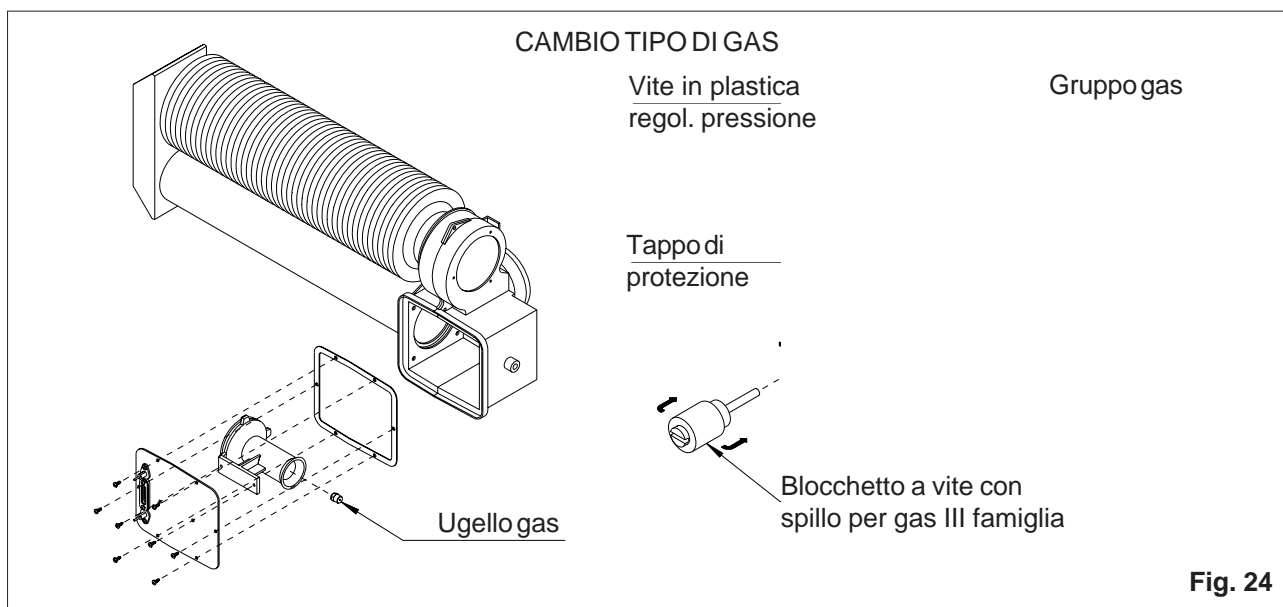

Fig. 24
- d) togliere le 6 viti che fissano la piastra porta-bruciatore alla camera di combustione ed estrarla, facendo attenzione a non danneggiare la guarnizione di tenuta. Smontare l'ugello gas con una chiave esagonale da 10 mm e sostituirlo con il nuovo, avvitandolo fino a garantire la tenuta (*fig. 24*)
mente a fine corsa la vite in plastica del regolatore di pressione. Inserire al posto del tappo di protezione il blocchetto a vite dotato di spillo, in modo da mettere fuori servizio il regolatore stesso (*fig.24*). **Conservare il tappo di protezione del regolatore di pressione per un eventuale riutilizzo successivo**
- c) togliere le 6 viti che fissano la piastra porta-bruciatore alla camera di combustione ed estrarla, facendo attenzione a non danneggiare la guarnizione di tenuta. Smontare l'ugello gas con una chiave esagonale da 10 mm e sostituirlo con il nuovo, avvitandolo fino a garantire la tenuta (*fig. 24*)
- e) sul gruppo gas togliere il blocchetto a vite dotato di spillo posto sul regolatore di pressione, in modo da ripristinare la funzione del regolatore stesso (*fig.24*)